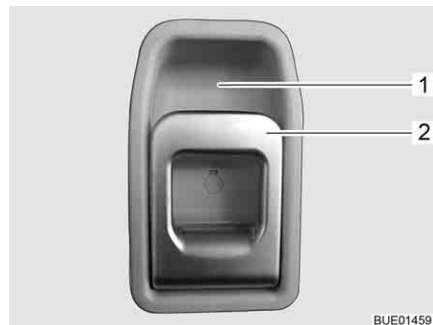

Fig. 28 Serratura della porta di ingresso, lato interno
- Tirare la maniglia (Fig. 28,2). La serratura della porta si sblocca.
- Premere la maniglia (Fig. 28,2) in alto verso l'impugnatura (Fig. 28,1).